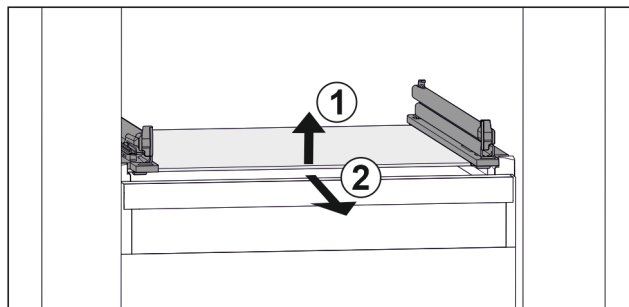

Fig. 140 Příklad znázornění skleněné desky
- ▶ Nadzvedněte skleněnou desku vpředu. Fig. 140 (1)
- ▶ Vyjměte skleněnou desku dopředu. Fig. 140 (2)